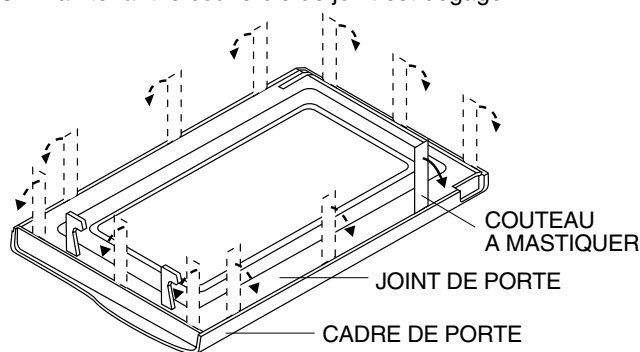

Figure C-7. Démontage de la porte.
3. Insérer une spatule (largeur d'environ 0,5 mm) dans l'écart entre le couvercle de maintien et le cadre de la porte comme indiqué Figure C-7 afin de dégager les pièces.